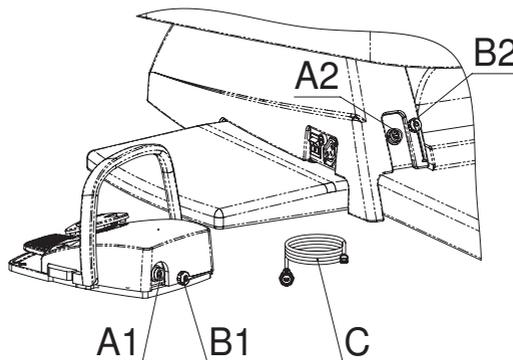

Abb. 6
**BATTERIELADUNG DES OPTIONALEN FUNKPEDALS (Abb. 6)**